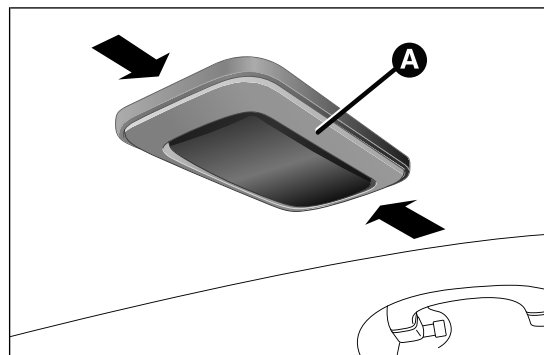

fig. 185
- ☐ actuar en el punto indicado por las flechas y retirar el plafón A fig. 185;
- ☐ volver a montar el plafón A fig. 185 introduciéndolo en su posición correcta, primero de un lado y, a continuación, presionando del otro hasta oír el "clik" de bloqueo.